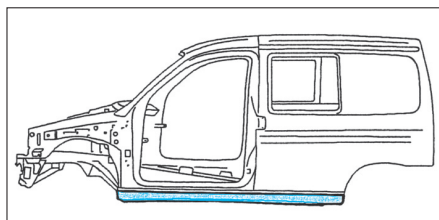

FIG. 67
- Appliquer une couche d'antigravillonnage (Fig.67).